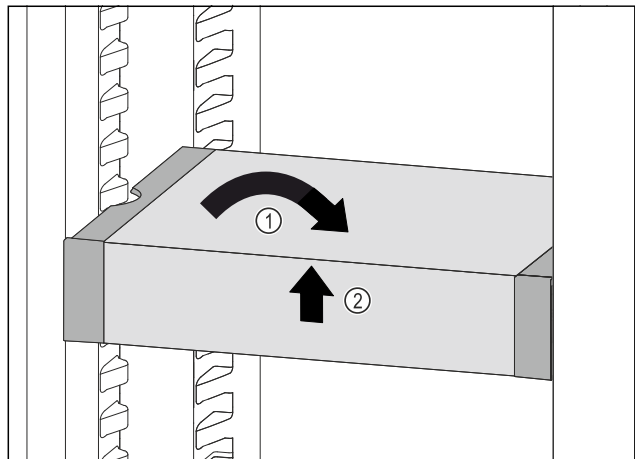

Fig. 95
- ▶ Вирівняти VarioSafe. Fig. 95 (1)
- ▶ Підняти VarioSafe спереду. Fig. 95 (2)